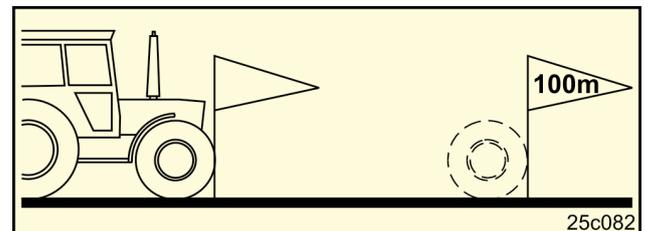

Fig. 9
- Medir sobre el campo un recorrido de medición de exactamente 100 m. Marcar el punto inicial y el final del recorrido de medición (Fig. 9).